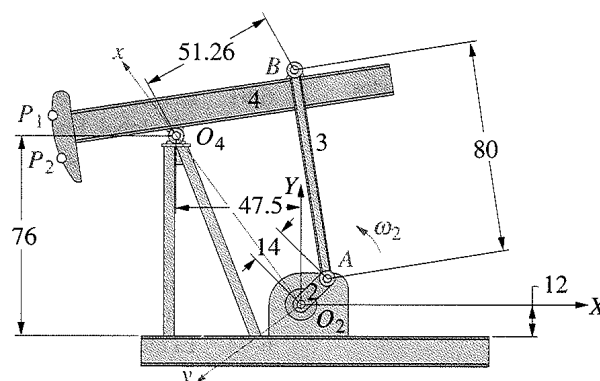

FIGURA P6-30 Problemas 6-83 a 6-85 Bomba de campo petrolero (dimensiones en pulgadas)
- 6-83 Encuentre todos los centros instantáneos del mecanismo mostrado en la figura P6-30 (p. 229) en la posición mostrada.
- 6-84 Encuentre las velocidades angulares de los eslabones 3 y 4 y las velocidades lineales de los puntos *A*, *B* y *P* en el sistema de coordenadas *XY* del mecanismo mostrado en la figura P6-30 en la posición mostrada. Suponga que $\theta_2 = 45^\circ$ en el sistema de coordenadas *XY* y $\omega_2 = 10$ rad/s. Las coordenadas del punto *P* en el eslabón 4 son (114.68, 33.19) con respecto al sistema de coordenadas *xy*.
- †6-85 Con los datos del problema 6-84, escriba un programa de computadora o use un solucionador de ecuaciones tal como *Mathcad*, *Matlab* o *TKSolver* para calcular y graficar la magnitud y dirección de la velocidad absoluta del punto *P* mostrado en la figura P6-30 como una función de θ_2 .